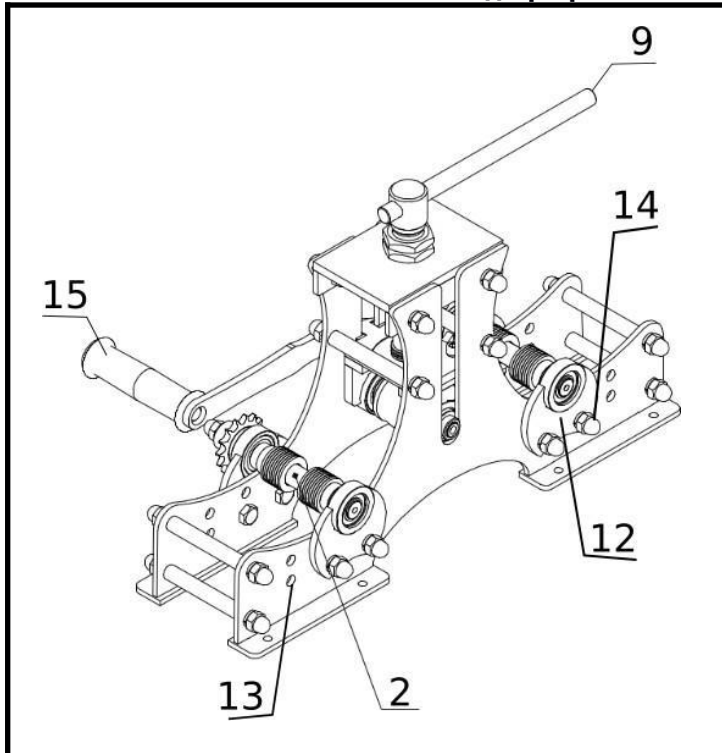

Рис. 5. Профилегип "удачный Премиум"
3. Вращая ручку (9) на Рис. 5,6 установите профилегиб в верхнее положение, позволяющие без усилий вставить на валы профильную трубу.
4. Установите профиль (пруток) на поверхность валков (1) и (2) на Рис. 5,6.